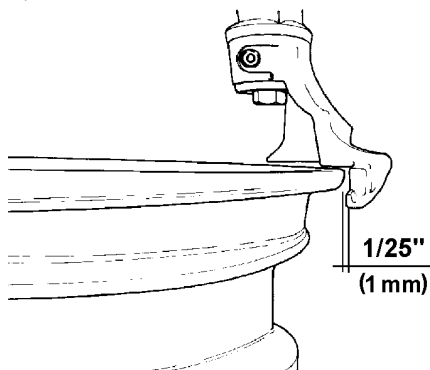

Fig. 4.1-4
E. Coloque suavemente el cabezal de montaje y desmontaje en contacto con el borde de la llanta, empuje manualmente la palanca de bloqueo hacia arriba y bloquéela en su lugar. El cabezal de montaje y desmontaje se mueve automáticamente verticalmente hacia arriba y se aleja del borde de la llanta. Gire el pomo de ajuste del brazo oscilante a la derecha hasta que el cabezal de montaje y desmontaje se haya alejado horizontalmente del borde de la llanta aproximadamente 2 mm (1/16"): esto es necesario para evitar contactos de la llanta durante el proceso de cambio. (Fig. 4.1-4).